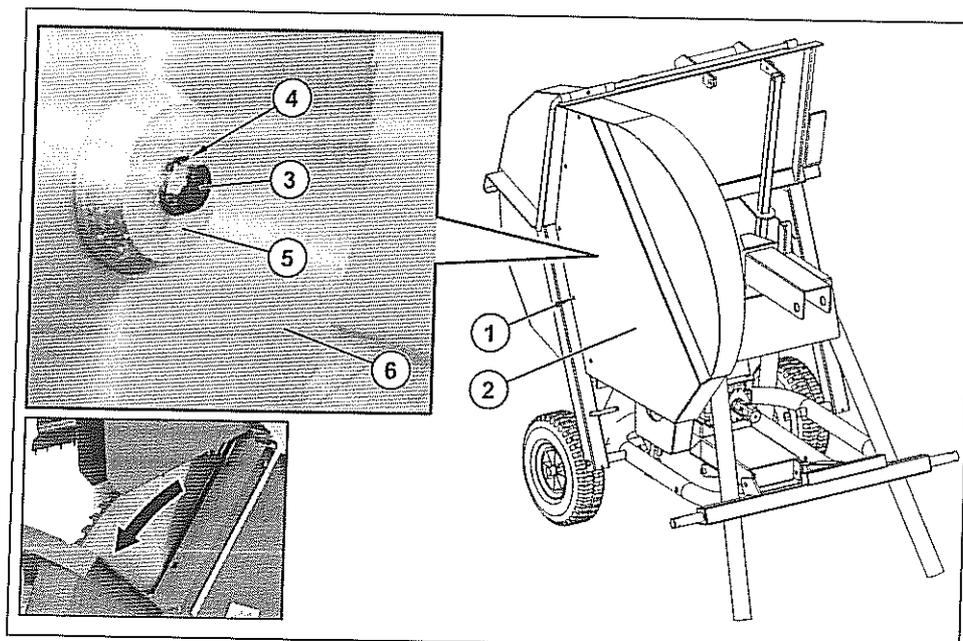

Fig. 11
- ◆ Dévisser et enlever les neuf vis (1 Fig. 11).
- ◆ Ôter le carter de protection de la lame (2 Fig. 11).
- ◆ Dévisser la vis de fixation de la lame (3 Fig. 11).
- ◆ Ôter la rondelle (4 Fig. 11).
- ◆ Ôter le plateau (5 Fig. 11).
- ◆ Remplacer la lame (6 Fig. 11) en faisant très attention.
**Lors du remontage du disque de la scie, le positionner de façon à ce que les dents soient orientées dans le sens de la flèche (Fig. 11).**